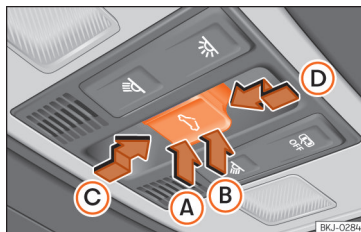

Fig. 58 No revestimento interior do teto: botão do teto de vidro.
O botão Fig. 58 tem dois níveis. No primeiro nível pode colocar-se o teto na posição defletora, abrir ou fechar total ou parcialmente.
- Antes que decorram aproximadamente 5 segundos desde a ativação da função antientalamento, pressione o botão  »» Fig. 58 até ao segundo nível no sentido da seta  até que o teto se feche completamente.